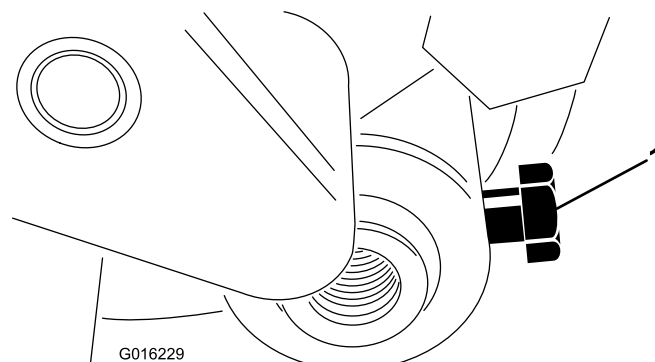

Figura 12
24. Inserite l'albero del rullo nel braccio regolatore destro e fissatelo con il bullone dell'albero del rullo (Figura 12).
32. Centrate il rullo tra i bracci regolatori e fissate i bulloni di fissaggio (Figura 12).